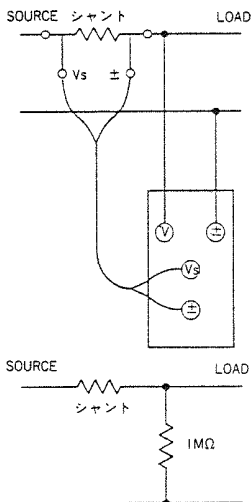

図 2
- (1) 図2に示すように電圧入力端子を負荷側に接続する方法。この場合、電圧入力側の入力抵抗による損失を含めて電力測定を行うことになります。
・ 図2. 計器損失 (VA) = (測定電圧)² ÷ (電圧側入力抵抗 1 MΩ)
・ 図2. 計器損失 (VA) = (30 V)² ÷ 1 MΩ = 0. 0009 VA
よって、図2の結線方法を用いた方が正確に測定できます。
・ 図2. 計器損失 (VA) = (600 V)² ÷ 1 MΩ = 0. 36 VA